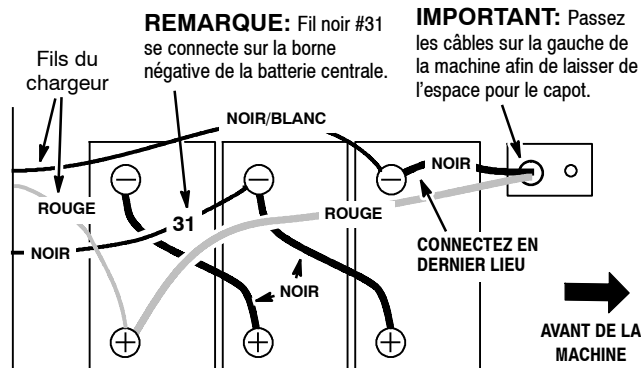

FIG. 3
6. Branchez les câbles aux bornes de batteries de la manière illustrée. (FIL ROUGE A LA BORNE POSITIVE ET FIL NOIR A LA BORNE NEGATIVE) (Figure 3).